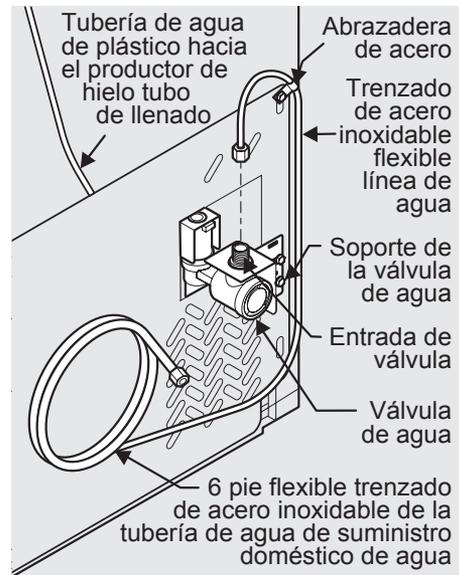

Figura 2
- 4 Repita los pasos 2 y 3 para instalar la manija del refrigerador. Asegúrese de que los agujeros para los tornillos de fijación queden orientados hacia la puerta del congelador. (Vea la figura 2).
Si utiliza el tubo flexible de acero inoxidable trenzado: La tuerca está ya montado en el tubo. Deslice la tuerca de hacia el interior de la entrada de la válvula y apriete manualmente la tuerca de sobre la válvula. Ajuste otra media vuelta con una llave; NO apriete en exceso. Consulte la Figura 2.